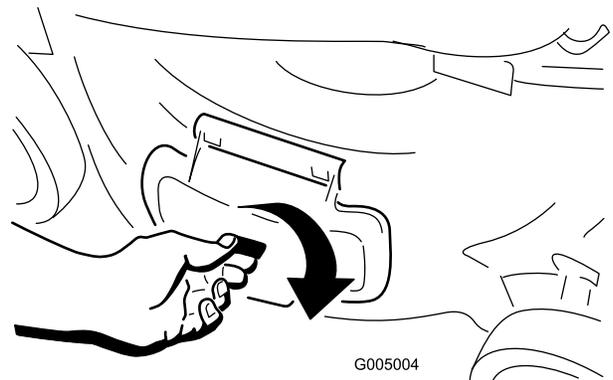

Bild 23
1. Entriegeln Sie die Seitenauswurfklappe (Bild 23).